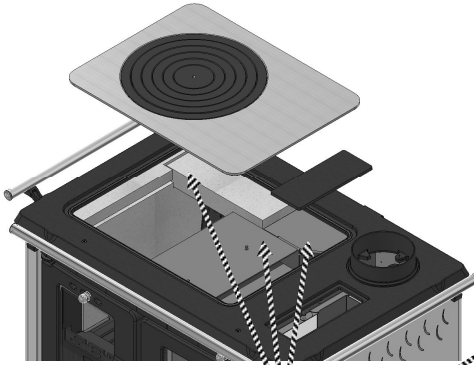

Fig. 6
Nettoyage partie supérieur (Fig.6)
- Quitter la plaque radiante en la soulevant vers l’haut (Fig. 6), maintenant on a libre accès à tous la partie du fumées qui doit se nettoyer en quittant les résidus de combustion avec ses propres outils. (tisonnier ,brosse, palette, ...)